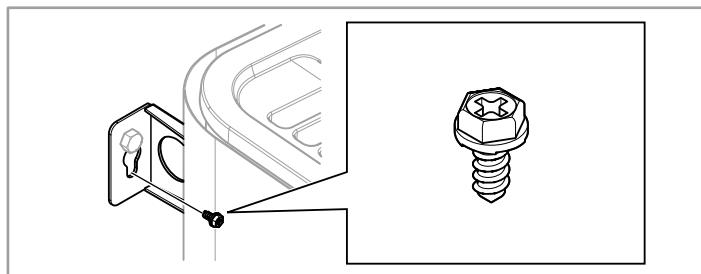

Fig 20: Konsolens låsskruv
2. Lås aggregatet på plats med låsskruven se Fig 20.